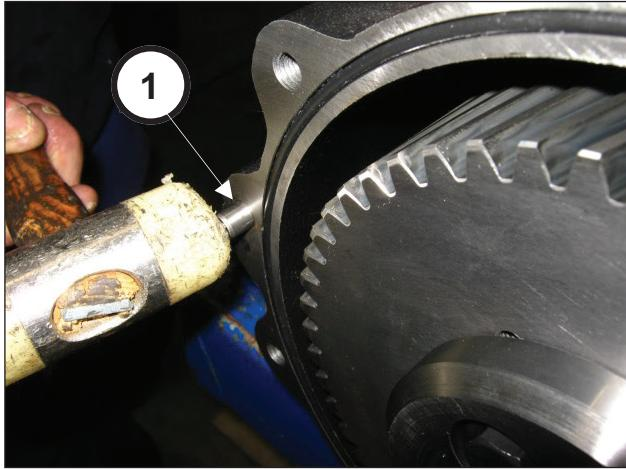

图 83
将2个销子 Ø10x24 安装到减速齿轮箱 (①, 图 83) 并插入O形圈 (①, 图 84)。